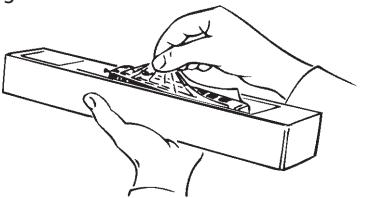

Fig. 2
**Fittings:** Operation is possible with different couplings (fig. 2). We recommend using the Roco close coupling. In the enclosed accessory bag you will find small kits to be fitted on your locomotive. Please **mount them cautiously**.
**Attention!** Use glue only if indicated (fig. 2+3).
**Les attelages:** En vue d'une exploitation pratique sur votre réseau vous pouvez choisir parmi plusieurs types d'attelages conformes aux différents systèmes d'attelage pratiqués en H0 (voir fig. 2). Nous vous recommandons l'emploi de **l'attelage court Roco**. Le sachet joint comprend entre autres des petites pièces de finition conformes à la réalité et à rapporter avec précaution par le modéliste (fig. 2+3), si désiré. **Attention:** N'utilisez de la colle qu'aux endroits expressément indiqués aux des-sins!